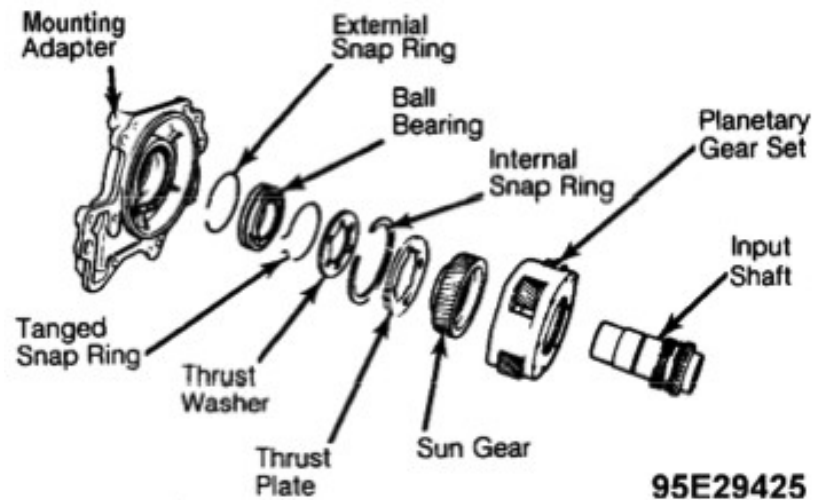

Fig. 15: vista explodida do conjunto de engrenagens planetárias.
16) Expanda as orelhas do anel de retenção grande no suporte adaptador, e force sob o conjunto de planetárias com chaves de fenda. Separe o eixo de entrada e o conjunto de planetárias do adaptador de montagem. Veja fig. 15.
- 18) Remova o anel de retenção externo do eixo de entrada. Remova o rolamento de esfera com prensa para fora do eixo de entrada. Remova a arruela de retenção, prato de retenção e engrenagem solar do eixo de entrada. Veja fig. 15.